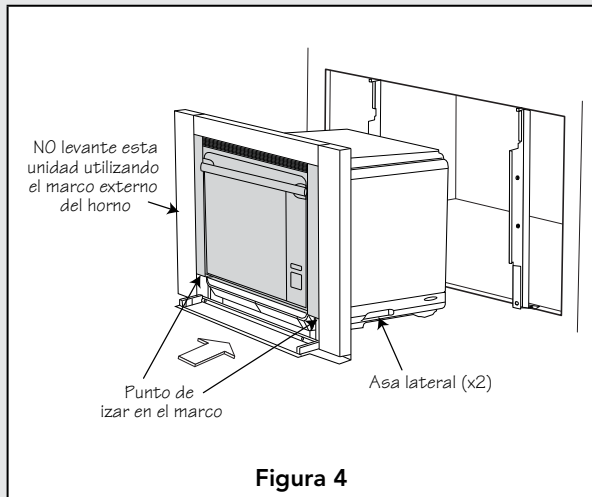

Figura 4
2. Use un mínimo de 2 personas para levantar e instalar el horno. Coloque el horno adyacente a la abertura del gabinete, vea la Figura 4. Enchufe el cable de alimentación en el tomacorriente.